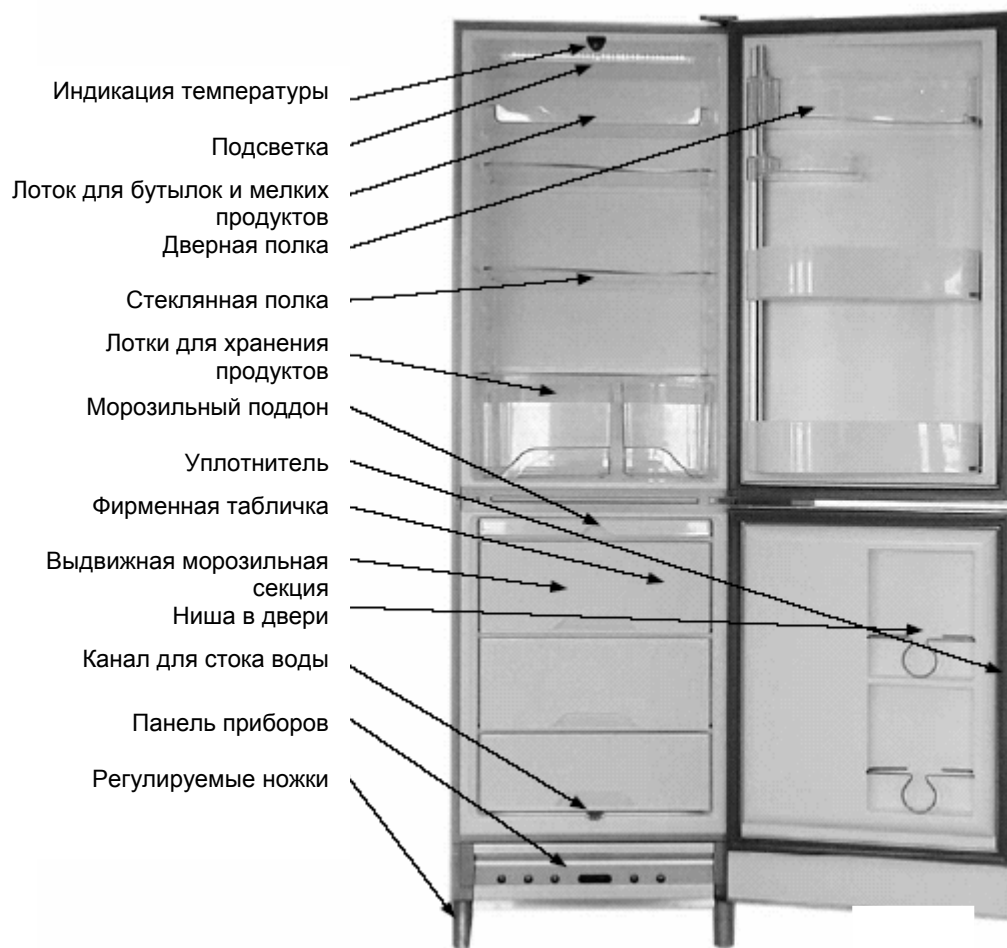

Рис.1
**Климатический класс прибора** указан на фирменной табличке (смотри рисунок 1 на странице 3 и рисунок 13 на странице 16). Там указаны оптимальные условия температуры помещений. **При температуре ниже или выше указанной в таблице изготовитель не гарантирует нормальную работу холодильника.**